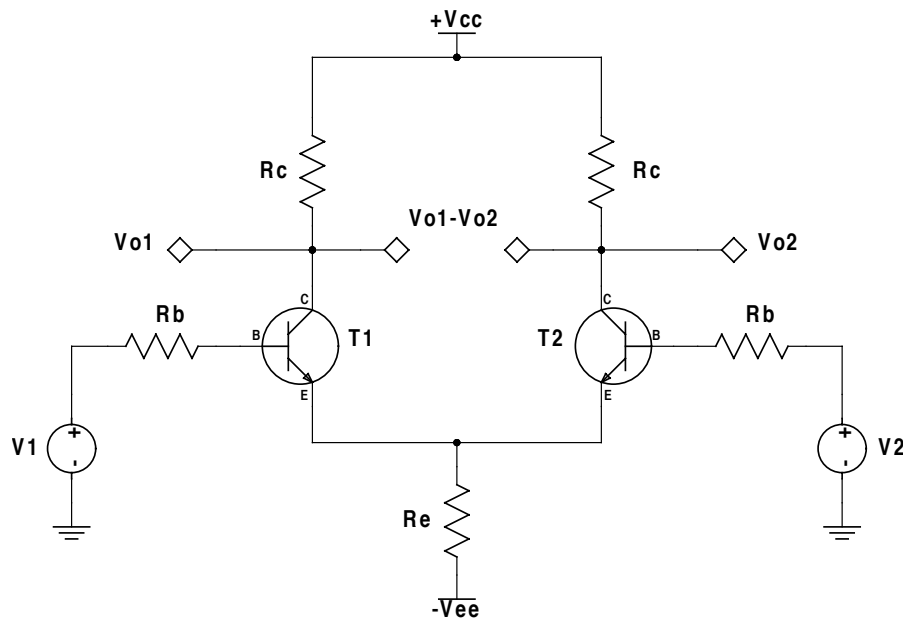

Figura 7.1: Amplificador diferencial básico.
La figura 7.1 muestra un circuito atractivo para realizar conmutación de muy alta velocidad este circuito evita el tiempo de saturación del transistor y logra así tiempos de conmutación mas rápidos, debido a tal característica se usa en circuitos integrados de alta velocidad.
2. Arme el circuito mostrado en el diagrama de la Figura 7.1, haciendo $V_a = V_1 = V_2 = 0$ (es decir sustituya las fuentes V_1 y V_2 por una conexión a tierra y $V_d = 0$).
12. Arme el circuito mostrado en el diagrama de la Figura 7.1, haciendo $V_1 = 0$ (es decir sustituya la fuente $V_1 = V_a - \frac{1}{2}V_d$ por una conexión a tierra) e inyecte una señal de $V_2 = V_a + \frac{1}{2}V_d = 1$ Vpp a una frecuencia igual a 1kHz.
8. Arme el circuito mostrado en el diagrama de la Figura 7.1, haciendo $V_1 = 0$ (es decir sustituya la fuente V_1 por una conexión a tierra) e inyecte una señal triangular de $V_2 = 1$ Vpp a una frecuencia igual a 1kHz.